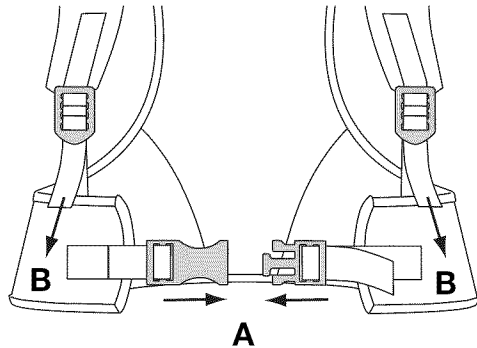

Fig. 14
2. Cierre los soportes de la cintura del sistema de soporte uniendo las presillas de los soportes de la cintura (Fig. 14, A).
4. Tire de las manijas de los soportes de los hombros para apretar los soportes de los hombros (Fig. 14, B).